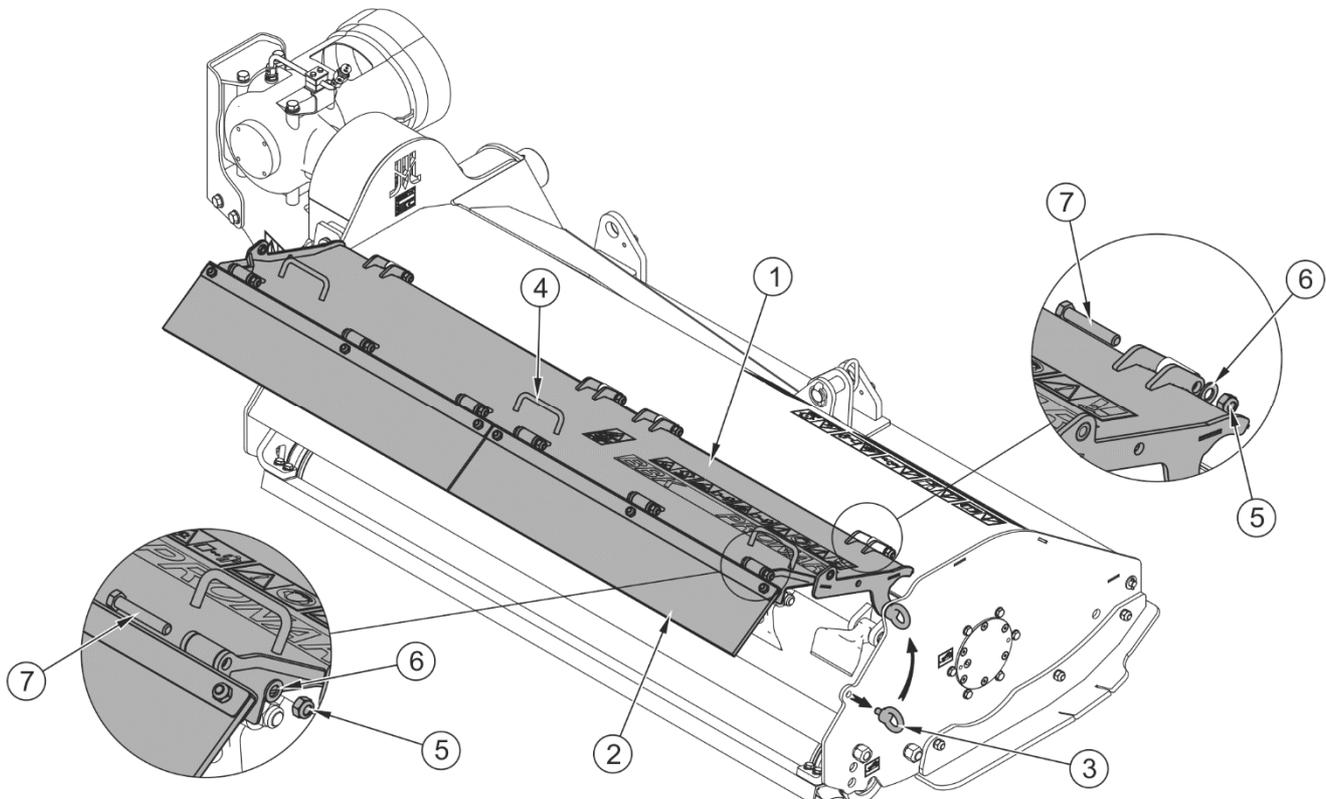

FIGURE 5.1 Ouverture et démontage de la protection relevable
- dévisser des vis à oreille des deux côtés de l'unité de coupe (3),
- relever la protection à l'aide des poignées (4),
- serrer les vis à oreille (3) comme sur la FIGURE 5.1.